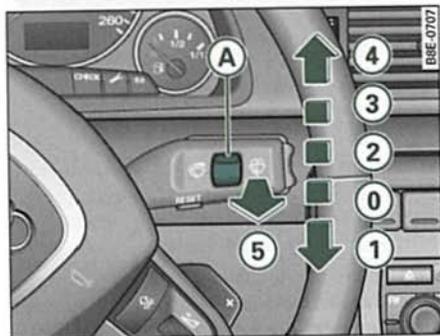

Fig. 79 Palanca del limpiaparabrisas
La palanca del limpiaparabrisas ⇒ fig. 79 tiene las siguientes posiciones:
Con las luces conectadas, accione el barrido automático del limpia / lavaparabrisas ⇒ *página 84*, fig. 79 ⑤ tirando de la palanca durante más de 1 segundo.